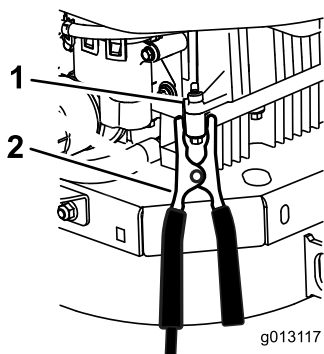

Рисунок 51
- Подсоедините другой конец черного кабеля к **блоку цилиндров** (не к отрицательному штырю аккумуляторной батареи) машины с разряженной аккумуляторной батареей на достаточном расстоянии от аккумуляторной батареи и отойдите назад (Рисунок 51).